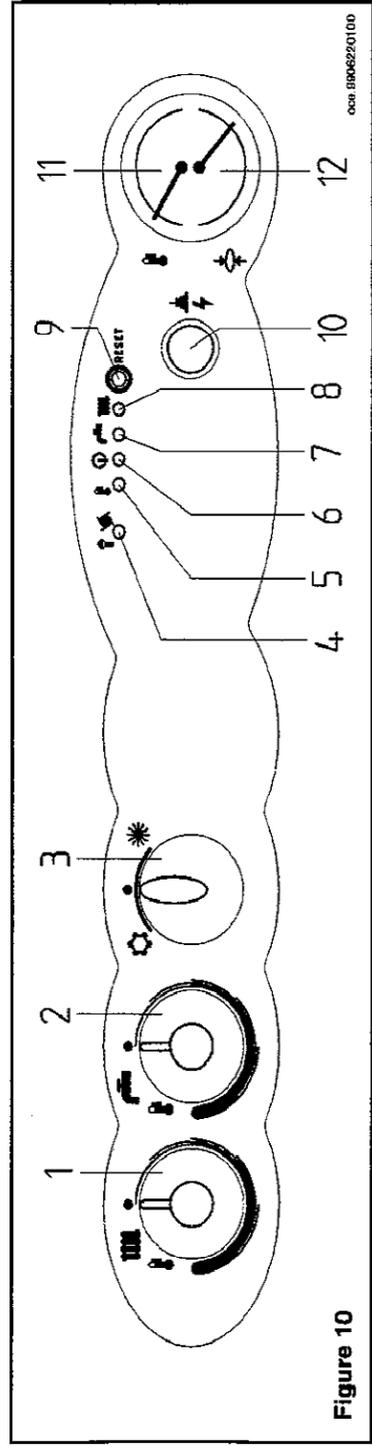

Figure 10
- * ouvrir le robinet gaz et tourner le commutateur (3) de la figure 10 afin de mettre la chaudière en position ETE (☀️);